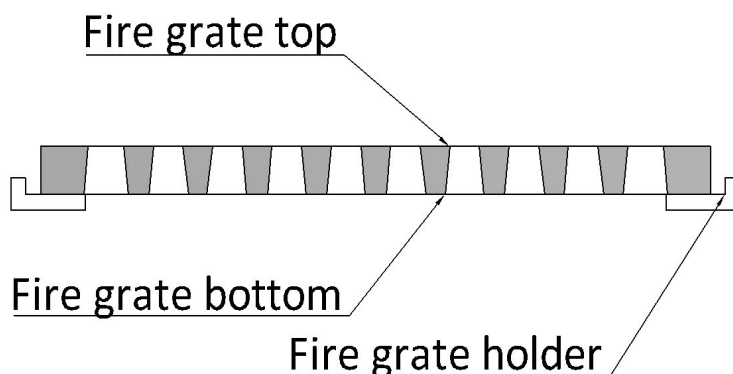

Figura 4 Colocación correcta de parrilla (parrilla)
1. Abra la puerta contra incendios y asegúrese de que la rejilla (parrilla) esté en su lugar, en sus soportes de acuerdo con la Figura 4.
7. Retire las rejillas (parrillas) cada 2-3 días y limpie los soportes; de lo contrario, la parrilla se doblará. Reemplace las parrillas (parrillas) como se muestra en la Figura 4. El fabricante no asume ninguna garantía por daños que surjan del reemplazo incorrecto de la parrilla.